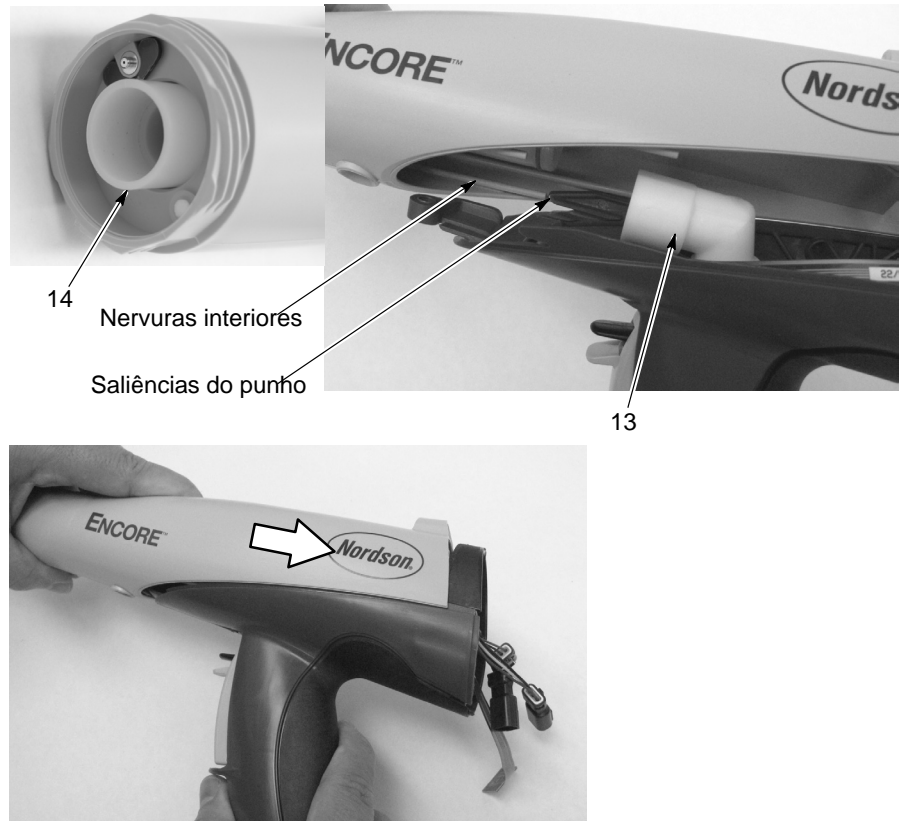

Figura 5-14 Montagem do tubo de saída de pó
16. Consulte a figura 5-14. Insira o tubo de saída (14), com juntas tóricas montadas, através da parte da frente do corpo da pistola até a extremidade ficar à face com a extremidade do corpo da pistola.
17. Assegure-se de que a junta tórica está colocada na ranhura do tubo de entrada de pó. Monte o cotovelo (13) na extremidade do tubo de entrada,